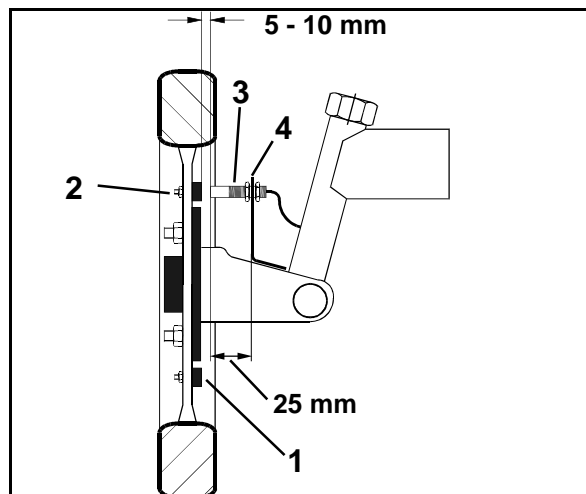

Fig. 186
1. Verteilen Sie die Magnete (Fig. 186/1) gleichmäßig auf einem Lochkreis in der Radmuschel vom Schleppervorderrad.
2. Montieren Sie Magnete (Fig. 186/1) mit Schrauben (Fig. 186/2) aus nichtmagnetischem Material (Messing-Schrauben oder V4A-Schrauben).